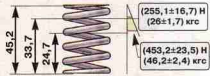

Рис. 2.59. Основные данные для проверки наружной пружины клапана
**Пружины.** Убедитесь, нет ли на пружинах трещин и не снизилась ли упругость пружин, для чего проверьте их деформацию под нагрузкой (рис. 2.59, 2.60).